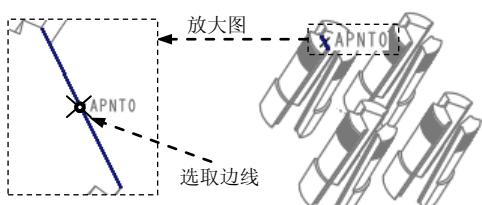
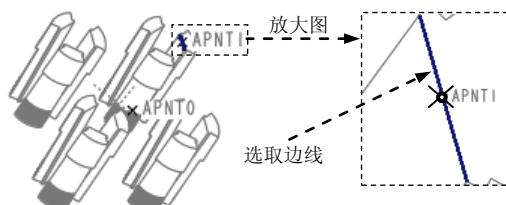

图 25.35 基准点 APNT0
图 25.36 基准点 APNT1
Step1. 创建图 25.35 所示的基准点 APNT0。
(1) 单击 **模具** 功能选项卡 **基准** ▾ 区域中的“创建基准点”按钮 .
(2) 选取图 25.35 所示的边线。
(3) 在“基准点”对话框中, 先选择基准点的定位方式 **比率**, 然后在左边的文本框中输入基准点的定位数值 (比率系数) 0.5。
Step2. 创建图 25.36 所示的基准点 APNT1。